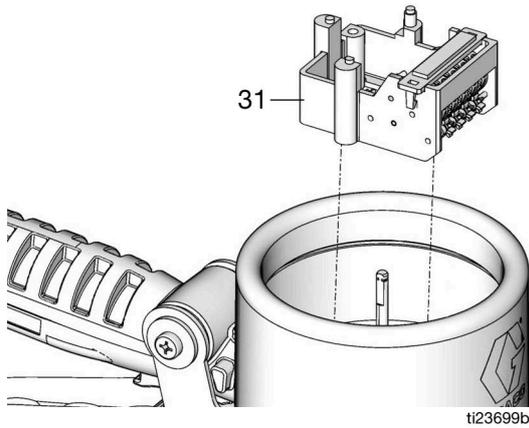

FIG. 19
- Déposer tout l'ensemble du compteur (31) (FIG. 19).